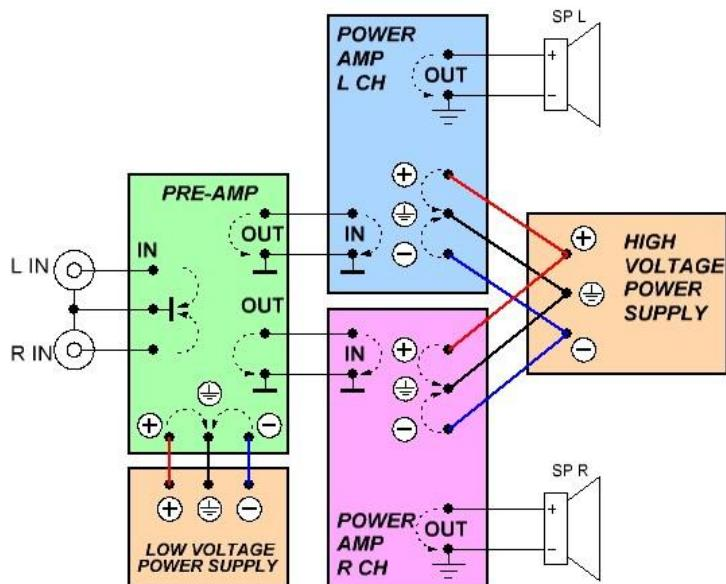
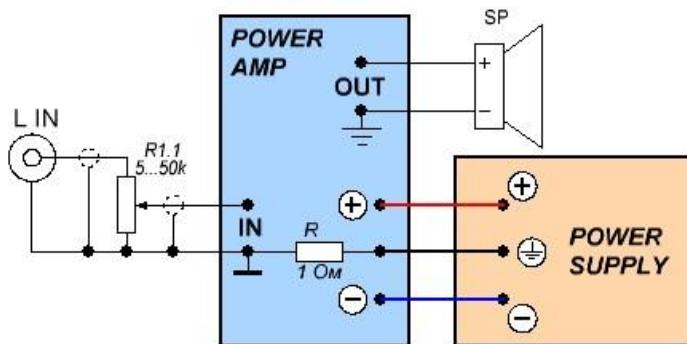

Рис. 54. Схема протекания токов в усилителе
Рис. 56. Разделение земель резистором
На рис. 54 показано, как при правильном подключении блоков замыкаются все токи системы, «не перепутываясь» между собой (направления токов – условные, а не электротехнические). А раз «не перепутываются» – значит и не влияют друг на друга.
На самом деле все не так плохо. В правильно собранном усилителе по земляным петлям «ненужные» токи не текут. Взглянем на рис. 54: в каждом отдельном блоке токи замыкаются и «не попадают наружу». В результате большого тока, «гуляющего» по цепи не возникает. Конечно, он может быть наведен извне – наводками от трансформатора, выпрямителя (от трансформатора к выпрямителю и от выпрямителя к конденсаторам фильтра ток течет короткими мощными импульсами, которые имеют широкий спектр и загрязняют помехами все на свете), или, например, от проводов, идущих к колонкам по отдельности – прямой провод с одного бока усилителя, а обратный – с другого бока. Поскольку петля – это антенна, то она и излучает помехи, и ловит их. Хуже всего, что эти два действия она делает одновременно: ловит помеху в одном месте и переизлучает ее в другое место.
2. В некоторых усилителях мощности в схеме предусмотрен резистор небольшого номинала (порядка 1 Ом), отделяющий сигнальную землю от силовой. Такой резистор эффективно разрывает земляную петлю (см. рис. 56). И, так как его сопротивление намного выше сопротивления проводов, он эффективно ослабляет токи помех, циркулирующие в петле (на «нужные» токи он не влияет – на рис. 54 ни один ток не пытается протекать с левой стороны усилителя на правую, которые этот земляной резистор разделяет между собой).